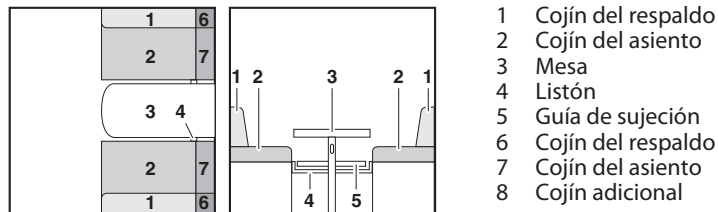

Fig. 145 Antes de la transformación
- Transformar la mesa (Fig. 145,3) en base de cama (véase apartado 7.9).
- Meter el listón (Fig. 145,4) o tirarlo hacia dentro. El listón tiene la posición correcta cuando soporta el tablero de mesa aprox. 15 - 20 cm detrás de la pata de mesa.